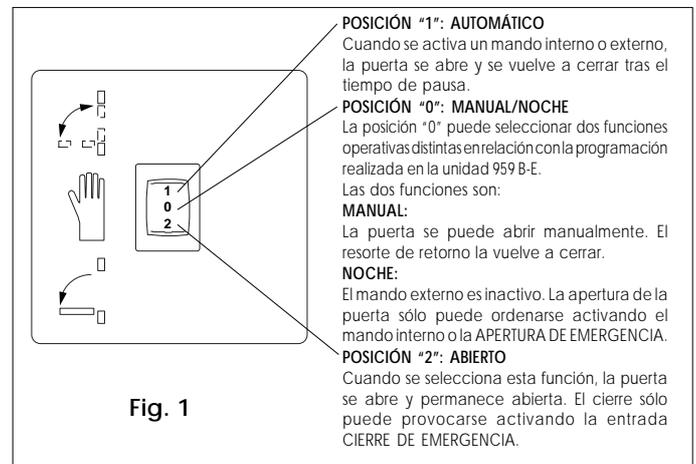

Fig. 1
Sistema de arrastre (fig. 1- ref. 7)
El equipo automático 959 B-E está dotado de un selector que permite elegir la lógica de funcionamiento (fig. 1).